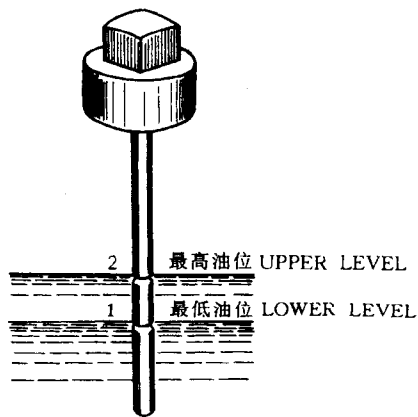

图 1-13 用油标尺检查油量
(1) 认真检查好机器。重点检查以下各点:
- ① 机器各部螺钉、螺栓有无松脱。
- ② 传动装置(皮带或靠背轮)是否良好。
- ③ 调速拉杆、节气门、阻风门是否灵活自如。
- ④ 压缩压力是否正常,有无漏气现象。
- ⑤ 高压导线、火花塞、电源线是否清洁、完好和接牢。
- ⑥ 油箱及化油器有无损坏、漏油,油路是否畅通。
- ⑦ 断电器白金、火花塞间隙是否正确,火花是否正常。
(2) 检查油池里的润滑油质量和数量。将机器放平,把活塞转至上止点(可卸下火花塞,扳动主轴,在活塞上行时,用 1 根竹筷探出活塞顶部最高点,即为上止点),拧出油标尺,如发现润滑油严重变黑或粘度太小时,表明润滑油已变质,应换新润滑油;如果油质良好,即可用干净布或餐巾纸将油尺擦净后拧回原位,再拧出来,检查油位是否在标尺两条刻线中间(正常油位),如图 1-13 所示。图中“1”为最低油位,有的油尺用“E”(Empty)表示,“2”为最高油位,有的油尺用“F”(Full)表示。如油位在低于“1”位时必须加足。严禁在润滑油不足或变质的情况下开机,否则会造成机器的严重损坏,导致拉缸,烧瓦事故。此外要注意油池内不可混入别种油类,以防润滑油变质。目前,国内外先进的机组配有润滑油报警装置,通过传感器发出信号,可防止因缺失润滑油而造成汽油机的损坏。尽管如此,定期检视仍很重要。